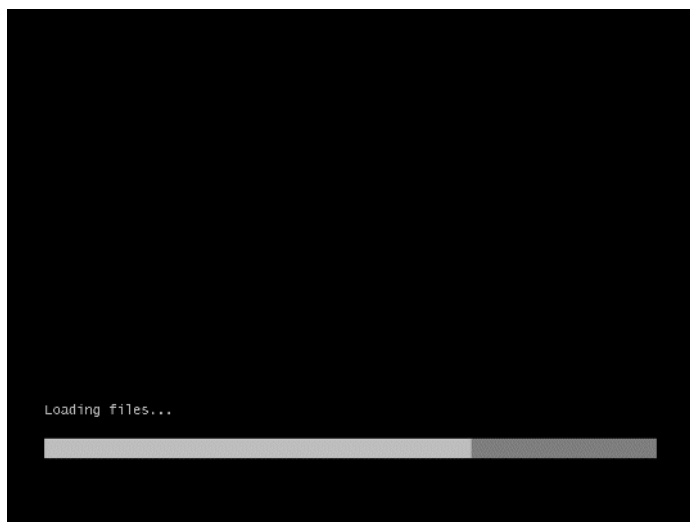

图 6-21
- c. 系统从光盘启动后, 开始加载系统文件, 如图 6-21 所示。Windows 系统文件加载需要一定时间, 请耐心等待。